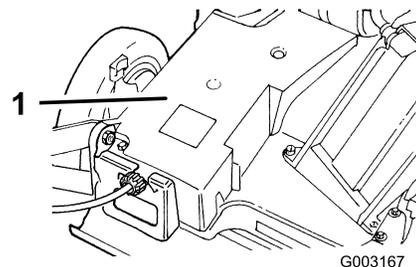

Figure 40
2. Enlevez les boulons qui fixent le couvercle de courroie (Figure 40) à au carter de la machine.